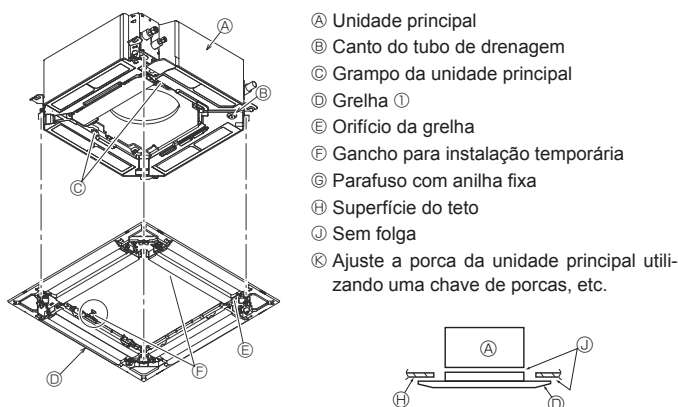

Fig. 9-6
9.4.2. Instalação temporária da grelha (Fig. 9-6)
- Para fixar a grelha na unidade principal, aperte os parafusos pré-instalados. (Fig. 9-6)
Certifique-se de que não existem folgas entre a unidade principal e a grelha nem entre a grelha e a superfície do teto. (Fig. 9-6)
- Depois de apertar o parafuso, confirme se os dois ganchos da grelha (Fig. 9-6) estão engatados nos ganchos da unidade principal.